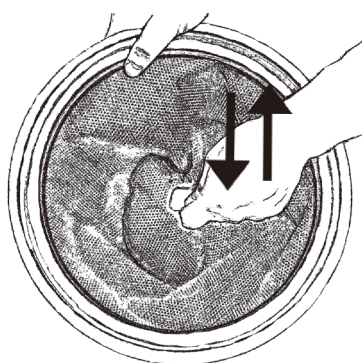

Fig. 21
2. Fjern ikke filteret fra beholderen. Ryst i stedet filteret let inden i beholderen for at løsne støv fra filteret, så det kan falde ned i beholderen. Det gøres ved at gribe om filterets strop og bevæge filteret hurtigt op og ned som vist på fig. 21.